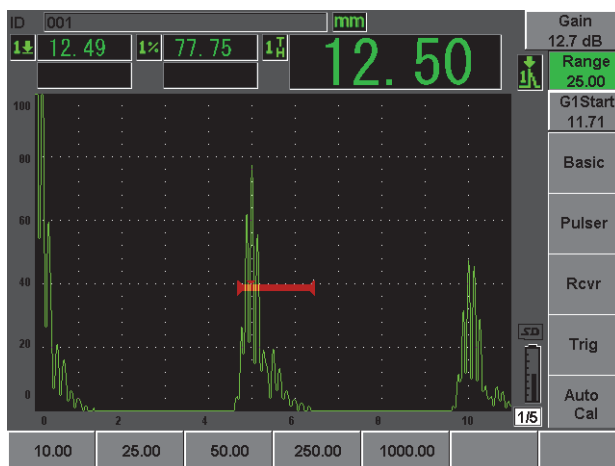

図 2-18 レンジの値
16. [測定範囲 : **RANGE**] を押して、スクリーンレンジを希望の設定に調整します (43 ページ図 2-18 参照)。